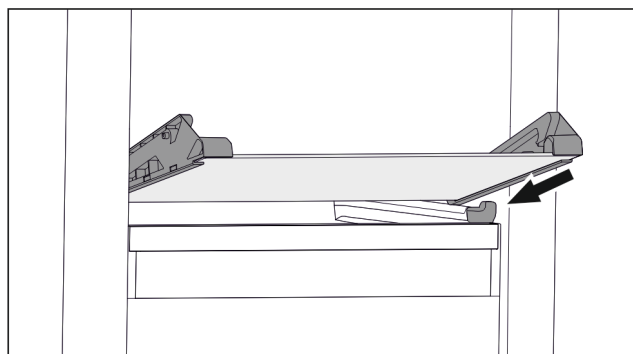

Fig. 71 Glasplatte des abklippbaren Schubfachs
- ▶ Glasplatte schräg hinter den Stoppern aufsetzen. (zie Fig. 71)